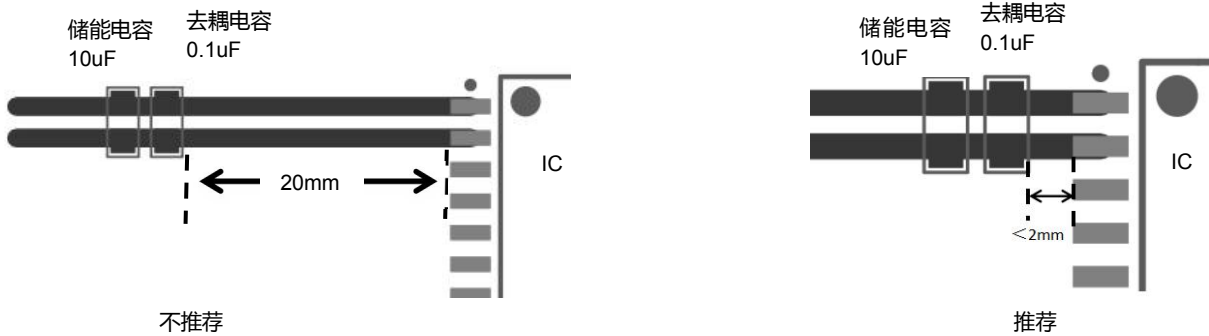

图 10-1
1、VCC 与 GND1、VISO 与 GND2 的去耦电容及储能电容应尽可能摆放在靠近芯片引脚的位置，以减少环路面积和 PCB 走线的寄生电感。一般应控制在 2mm 以内。去耦电容放在靠近芯片的位置，储能电容放在外侧。如下图 10-1 所示。